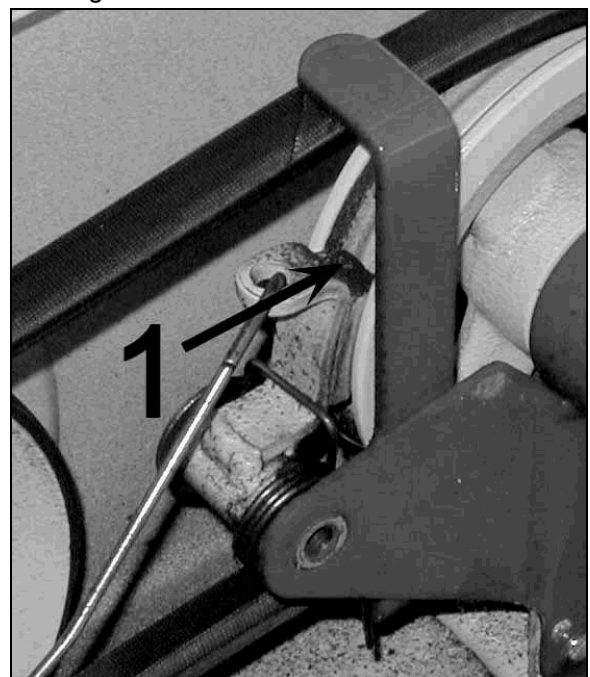

Figure 24
- Vous devez contrôler le frein de lame (figure 24, repère 1) toutes les semaines car c'est une pièce d'usure. Sa méthode de contrôle consiste à mesurer le temps que la lame mais pour s'arrêter lorsque vous relâchez la poignée d'embrayage. Si son temps dépasse les 7 secondes, faites changer le frein de lame par votre revendeur immédiatement.